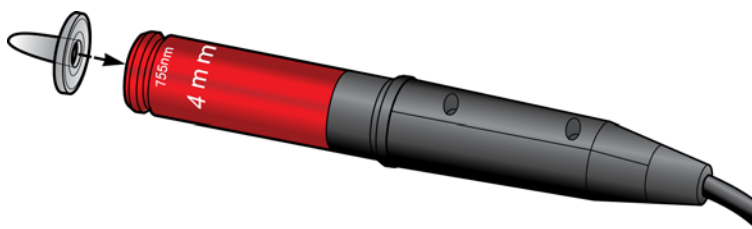

Figura 3-12: Conexión del indicador de distancia
14. Inserte el indicador de distancia en el aplicador (consulte la **Figura 3-12**).